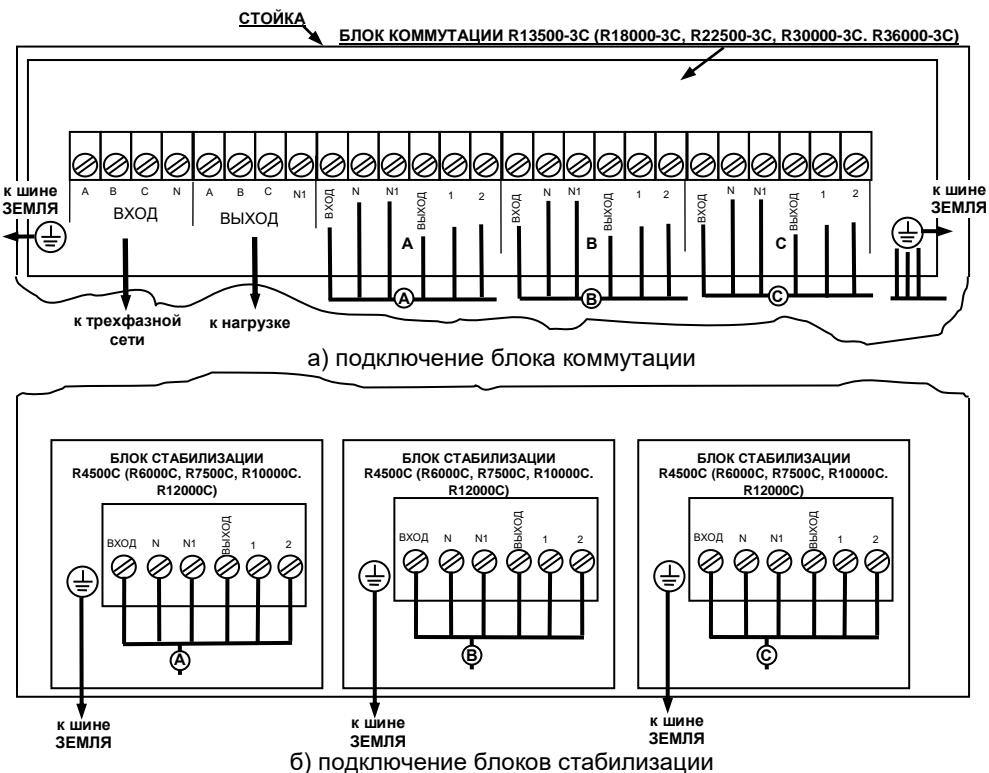

Рисунок 6.1 Схема подключения стабилизатора R13500-3С (R18000-3С, R22500-3С, R30000-3С, R36000-3С)
6.4.3 Подключите нагрузку, соединив выводы соответствующего кабеля с выводами «ABCN1 ВЫХОД» блока коммутации (см. рисунок 6.1 а);
6.4.4 Подключить блок коммутации к сети, соединив выводы соответствующего кабеля с выводами «ABCN ВХОД» (см. рисунок 6.1 а).
6.4.5 Подключите выводы кабелей на задней стенке стойки к одноименным контактам выводов ВХОД, N, N1, ВЫХОД, 1, 2 и контакту  блока коммутации (см. рисунок 6.1 а).
6.4.6 Подключите блоки стабилизации, (предварительно сняв крышки, закрывающие выводы ВХОД, N, N1, ВЫХОД, «1», «2») соединив выводы кабеля, выходящего со стороны лицевой панели стойки, с выводами ВХОД, N, N1, ВЫХОД, «1», «2» и контактом  соответствующего блока стабилизации (см. рисунок 6.1 б);